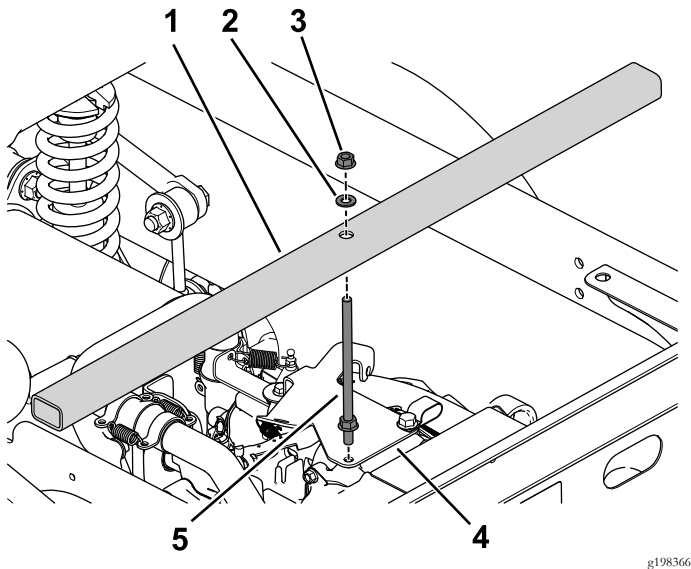

图13
1. 卸下油门支架上的凸缘螺栓 图13。
2. 使用 2 个凸缘螺母、垫圈和螺杆将桥式支架安装到发动机 图13。